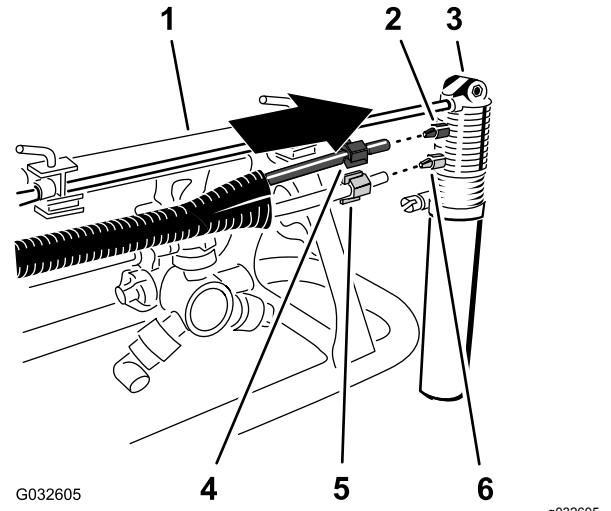

图23
1. 滑动蓝色管子两端的蓝色压紧螺母和透明管子两端的白色压紧螺母图23。
2. 将透明管子带白色压紧螺母的一端与泡沫标记喷嘴的白色接头对齐然后用手拧紧压紧螺母图23。
3. 将蓝色管子带蓝色压紧螺母的一端与泡沫标记喷嘴的蓝色接头对齐然后用手拧紧压紧螺母图23。